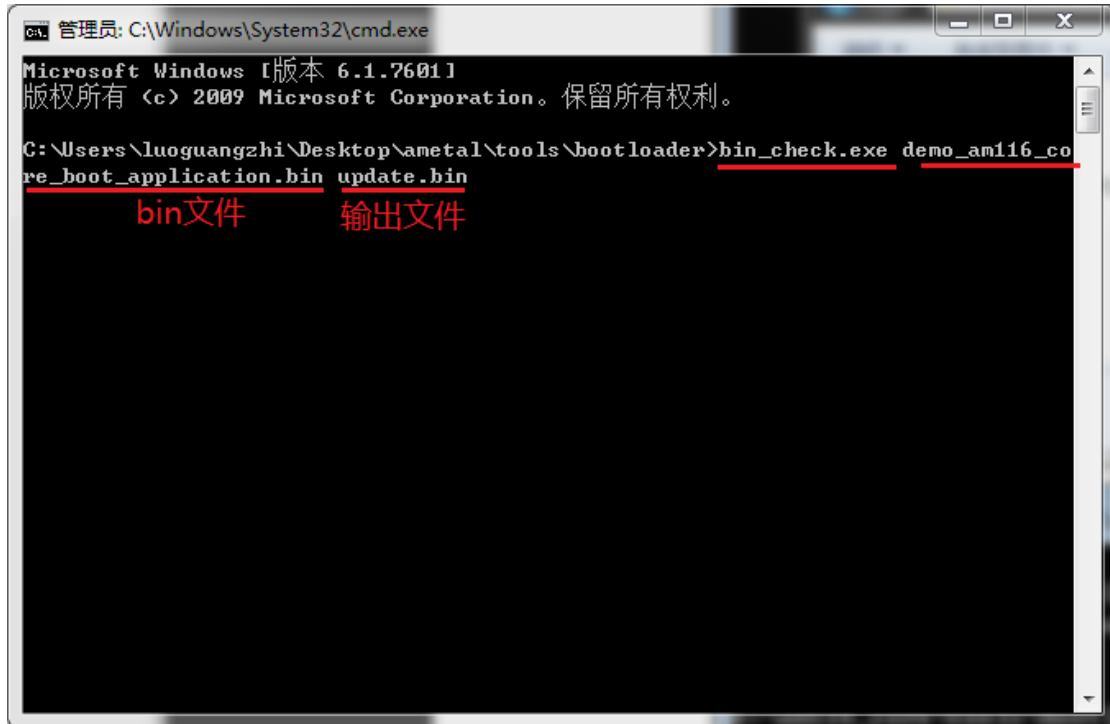
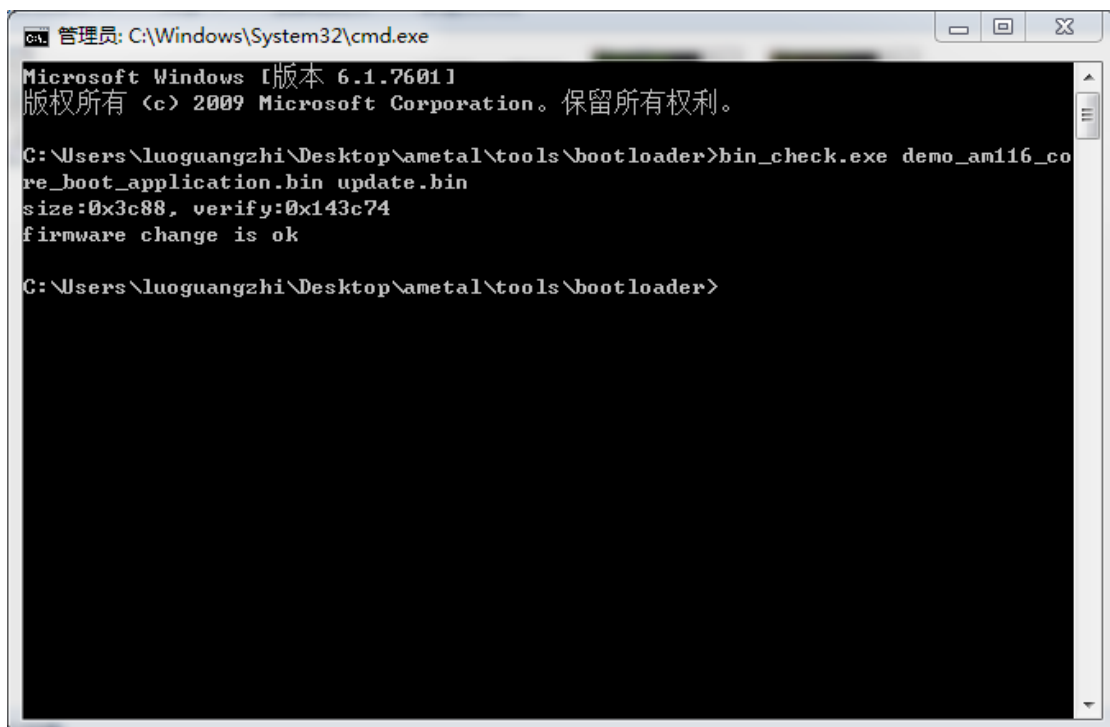

图 12: bin_check 执行命令
图 13: bin_check 执行完成
2、打开 cmd.exe，定位到当前目录，运行 bin_check.exe 并传入参数，第一个参数为 bin 文件名称，第二个参数为输出文件名，如 图 12 所示。命令执行完成后如 图 13 所示。